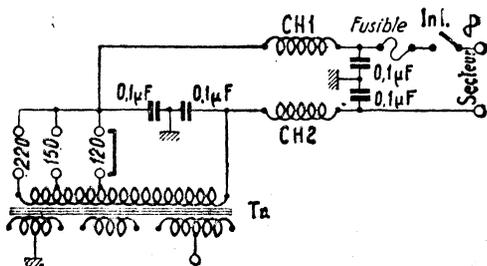
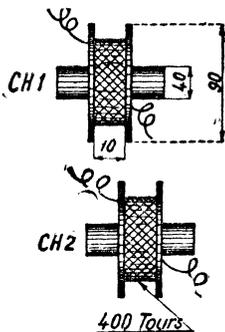

Figure 1
Figure 2
3) Dans la figure 2 le cette description, nous avons la représentation détaillée du bob-
montre la figure 1. De cette façon, la HF est parfaitement bloquée et ne peut absolument pas s'écouler par le secteur. On peut réaliser CH1 et CH2 en bobinant en vrac, sur un tube de 40 mm. de diamètre et entre deux flasques de carton, quelques 400 tours de fil 6/10 de mm émaillé (fig. 2).